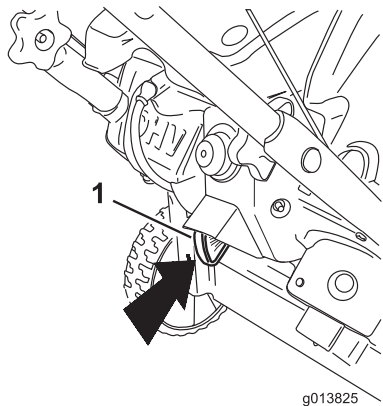

Figure 15
- 1. Enfoncez complètement la clé de contact à la position CONTACT (Figure 15).